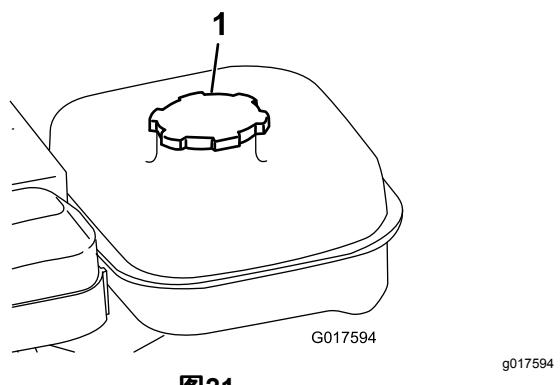

图21
- 清理燃油箱盖附近的区域从油箱上取下盖子 图21。油箱加油时油位不得超过滤网的底部。